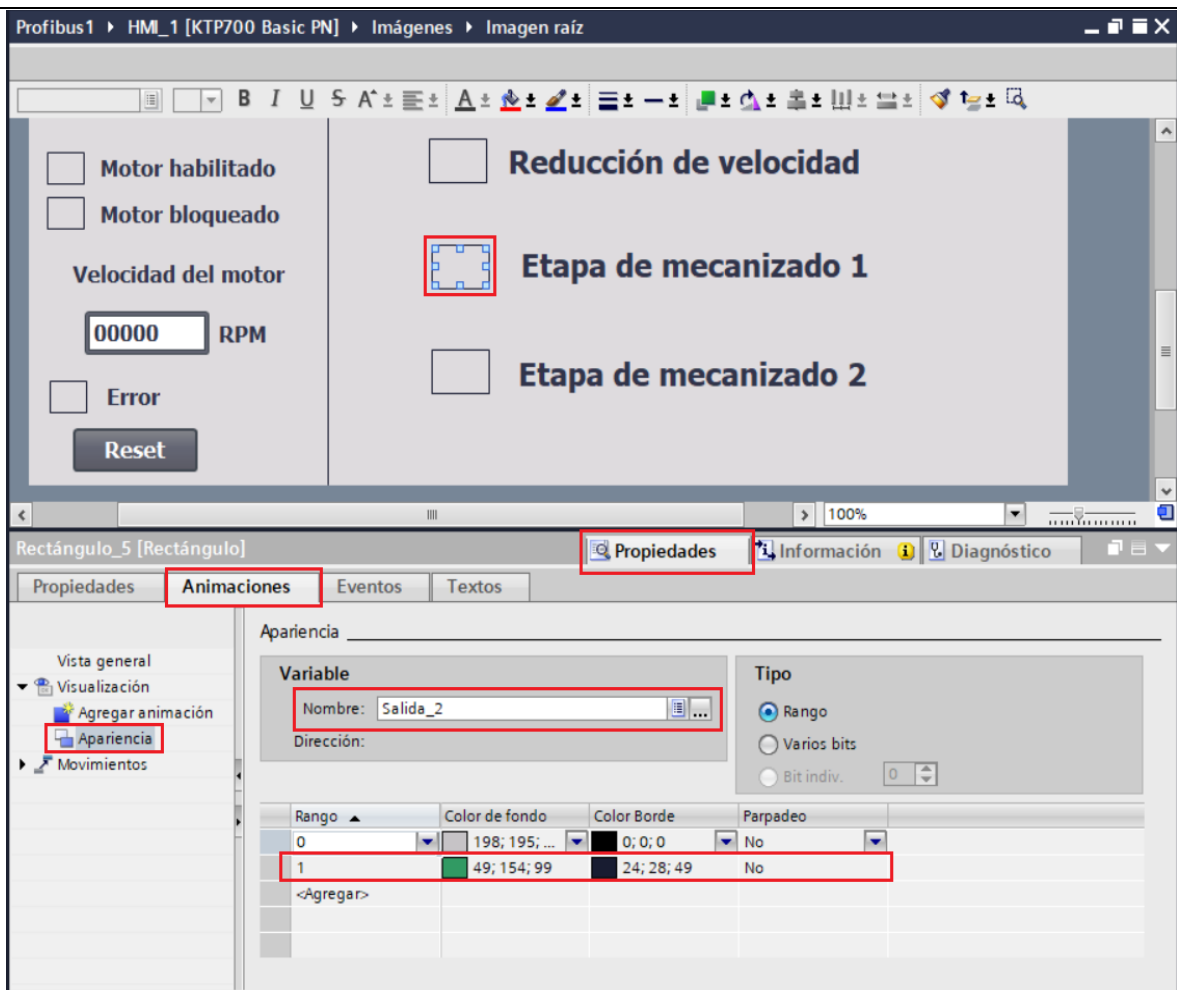

Figura 39. Configuración Torque actual
- En “Rango” seleccionar “1”, en “Color de fondo” seleccionar el color “Verde” y en “Parpadeo” seleccionar “No” (ver Figura 39).